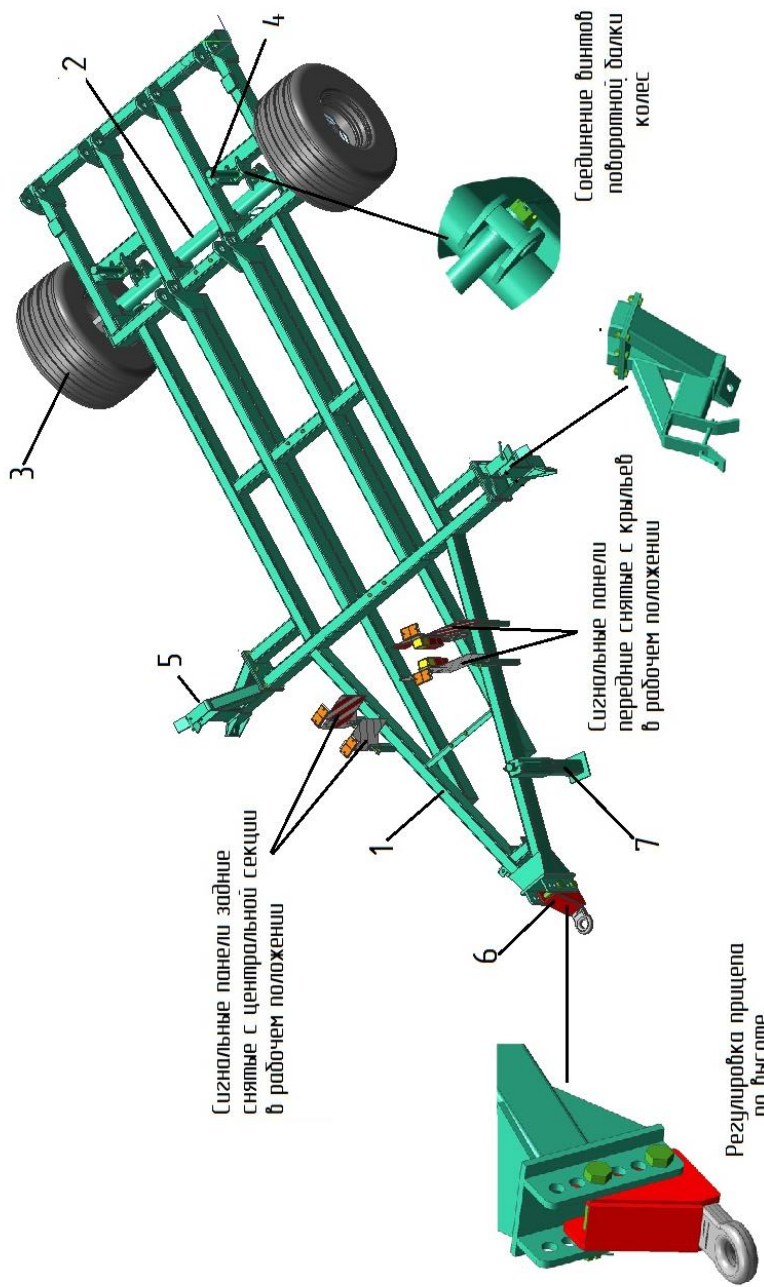

Рисунок 3 – Транспортная тележка
3.3 Транспортная тележка предназначена для передвижения культиватора при транспортировке. Состоит (рисунок 3) из рамы 1, поворотной балки 2 с ходовыми колёсами 3 и регулировочными винтами 4, кронштейнов фиксации крыльев в транспортном положении 5, регулируемого по высоте прицепа 6, опора с винтовой регулировкой 7.
- соединить поворотную балку с регулировочными винтами (рис.3);
- соединить культиватор с трактором, переставляя прицеп на требуемое отверстие (рис. 3).
- снять передние сигнальные панели с крыльев культиватора и установить в кронштейны транспортной тележки (рисунок 3);
- снять задние сигнальные панели с центральной секции, разъединить вилку с розеткой, и установить их в кронштейны транспортной тележки (рисунок 3);
!Во избежание повышенной нагрузки на копирующие колёса центральной секции транспортная тележка должна катиться на своих ходовых колёсах. Это достигается регулировочными винтами поворотной балки (рис.3)!